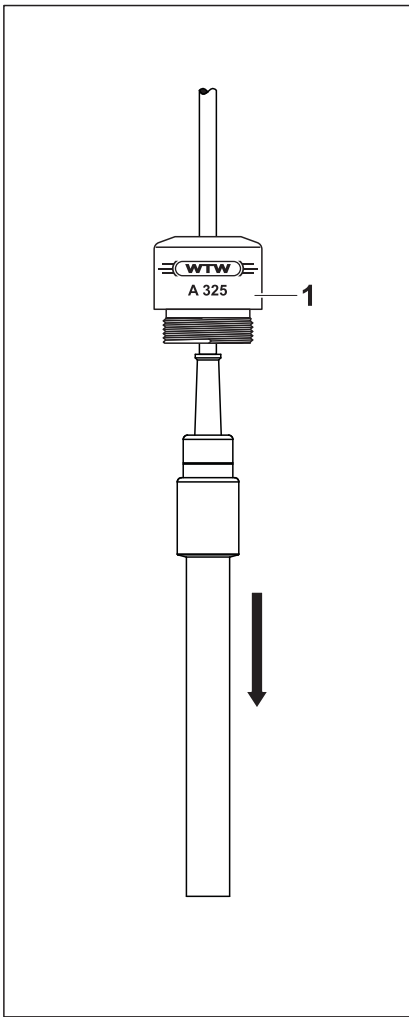

Figura 1
1	Desplazar el sensor por el accesorio (pos. 1 en la figura 1).